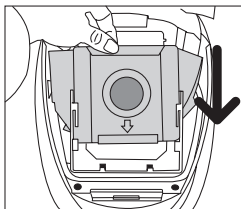

Fig. 5
3. Introduzca la nueva bolsa de papel en el accesorio (22). Asegúrese que la flecha del borde inferior de la bolsa está colocado hacia abajo y verifique que el borde de cartón de la bolsa está dentro de la guía del accesorio porta bolsa de polvo (22), deslice la bolsa hasta el final del recorrido de la guía del accesorio (22) (fig. 5). **Es muy importante que la bolsa esté correctamente colocada**, para confirmarlo, mire el borde de cartón de la bolsa. Debe coincidir con el orificio de entrada de aire del aspirador.